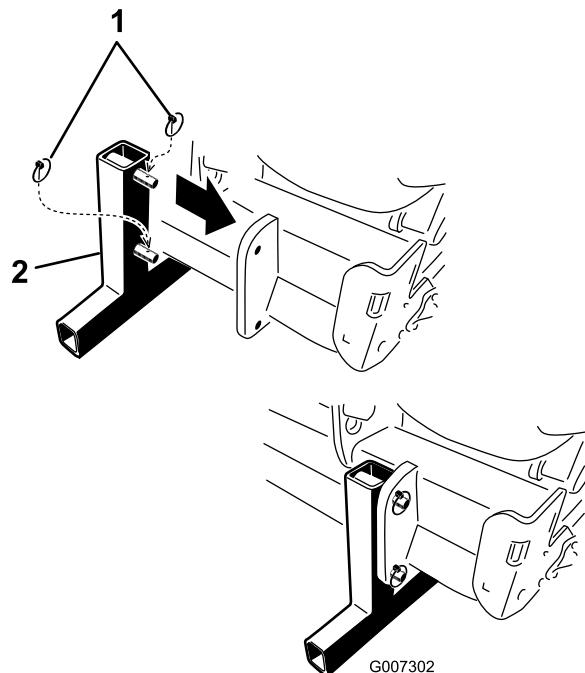

Figure 39
5. Installez les supports de remisage et fixez l'aérateur avec les goupilles à anneau (Figure 39).